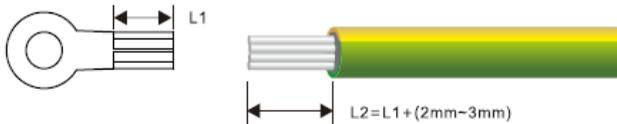

Figura 5.1 Segmento pelado (unidad: mm)
Paso 1 Retire una longitud adecuada de la capa de aislamiento del cable PGND con una herramienta; el segmento al descubierto debe ser entre 2-3 mm más largo que el extremo de prensado del terminal OT, tal como se ilustra en la figura 5.1.